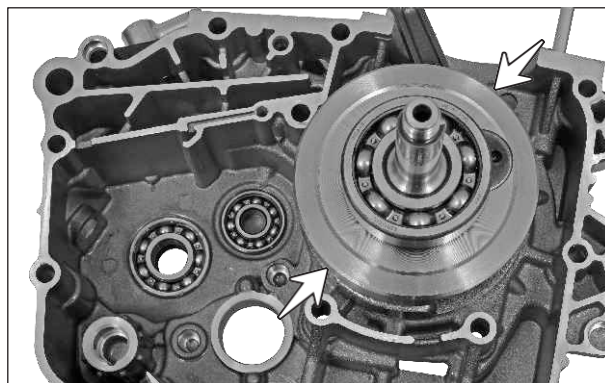

Fig. 3.158
- Monte el cigüeñal en el cárter izquierdo. (Fig. 3.158)